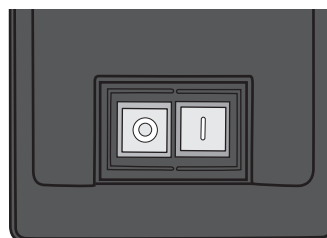

bild 15
3.8 Strömbrytarens funktion (bild 15)